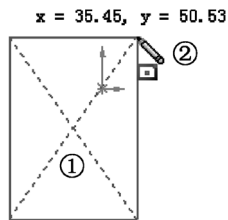

图 2-22 绘制中心矩形
- **中心矩形：**通过中心点和对角点绘制矩形。单击此按钮后，在绘图区中单击确定矩形中心点的位置，然后移动鼠标以中心点为基准向两边延伸，调整好矩形的长度和宽度后，单击鼠标左键即可绘制中心矩形，如图 2-22 所示。